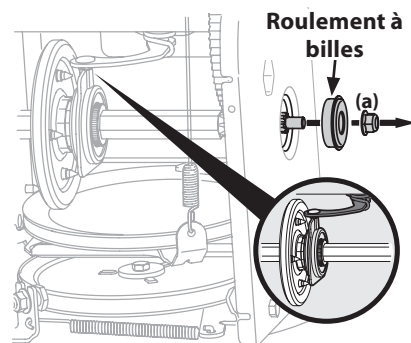

Figure 4-16
5. Retirez doucement l'écrou à six pans et la rondelle qui maintiennent l'arbre hexagonal sur le châssis de la souffleuse et frappez doucement sur l'extrémité de l'arbre pour dégager le roulement à billes du côté droit du châssis. Voir Figure 4-16.
- NOTE :** Vérifiez que la goupille du levier de vitesses est bien installée dans le boîtier du roulement. Voir l'encadré dans la Figure 4-16.
NOTE : Vérifiez que la goupille du levier de vitesses est bien installée dans le boîtier du roulement. Voir l'encadré de la Figure 4-16.